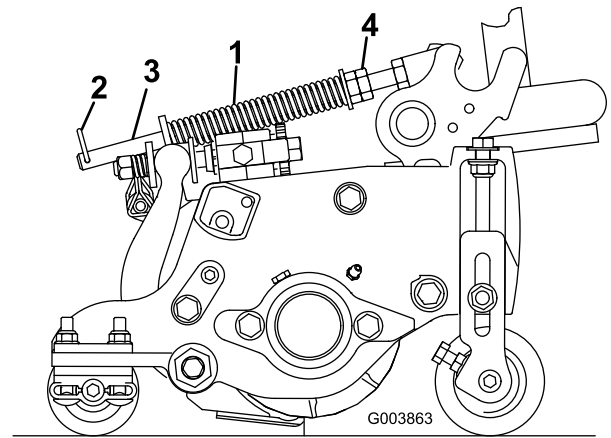

Figura 15
El muelle de compensación del césped (Figura 15) transfiere peso del rodillo delantero al trasero. (Esto ayuda a reducir el patrón de ondulación en el césped.)
1. Asegúrese de que el pasador de horquilla está instalado en el taladro del extremo de la varilla (Figura 15).
2. Apriete las tuercas hexagonales del extremo delantero de la varilla del muelle hasta que la longitud comprimida del muelle sea de 15,9 cm (Figura 15).